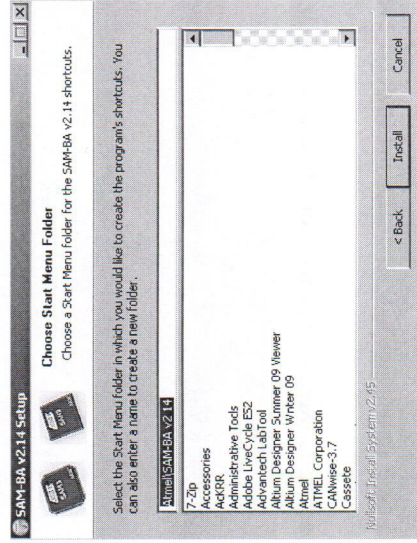
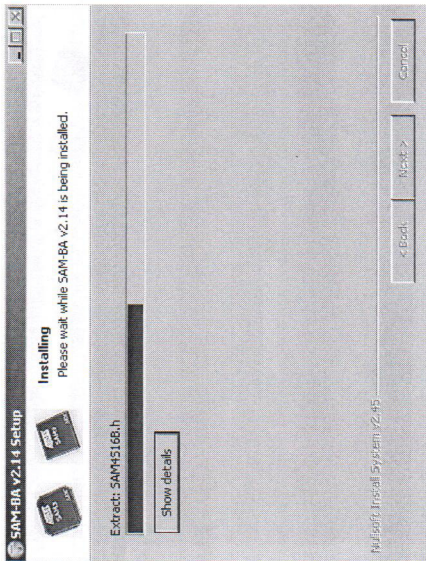

Рисунок 2.10 – Окно выбора стартового имени программы меню «Пуск»
Рисунок 2.11 – Окно процесса установки программного обеспечения
2.2.6.6 С помощью окна выбора стартового имени программы (рисунок 2.10) в меню «Пуск» в разделе «Программы» создается каталог с ярлыком для запуска программы «SAM-BA». Название каталога можно отредактировать в соответствующей строке. Нажатием кнопки «Install» начинается процесс установки программ. При этом открывается окно (рисунок 2.11), где отображается последовательность инсталляции. По окончании установки нажмите кнопку «Next».